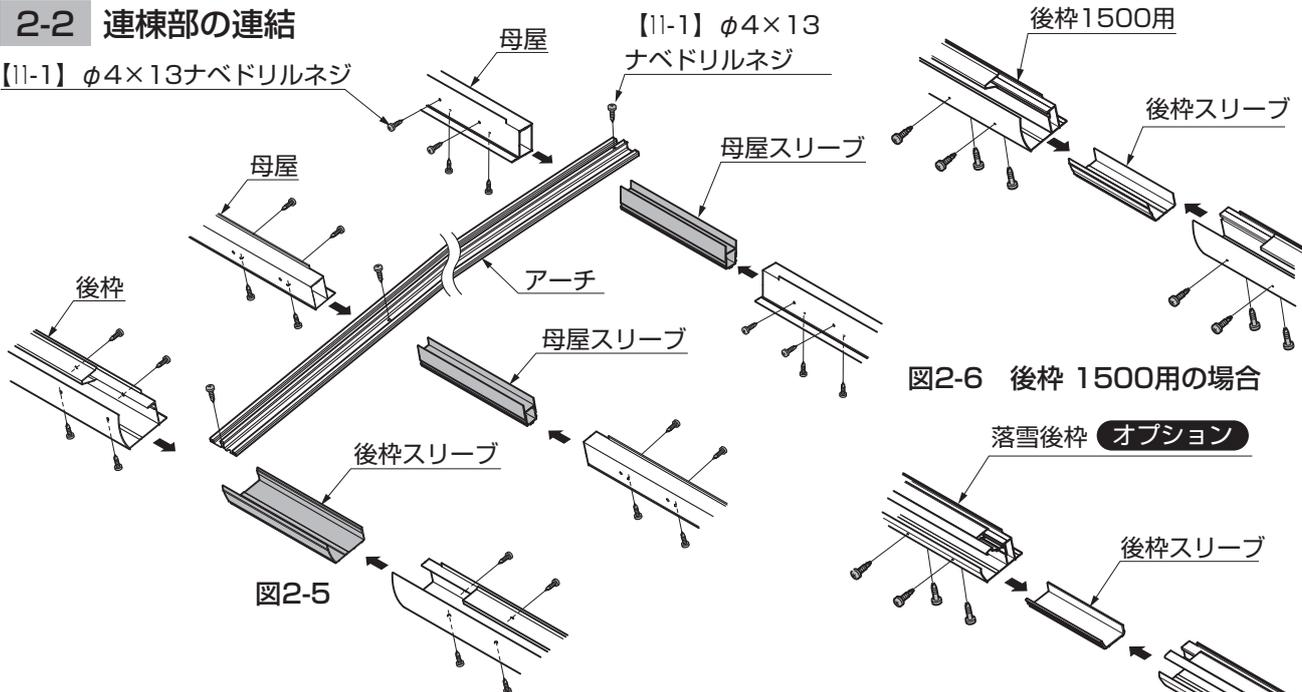

図2-5
- ①母屋・後枠にそれぞれ母屋スリーブ、後枠スリーブを【11-1】で取付けて連結してください。(図2-5参照)
- ②全ての【11-1】の回りにシーリング材を充てんしてください。